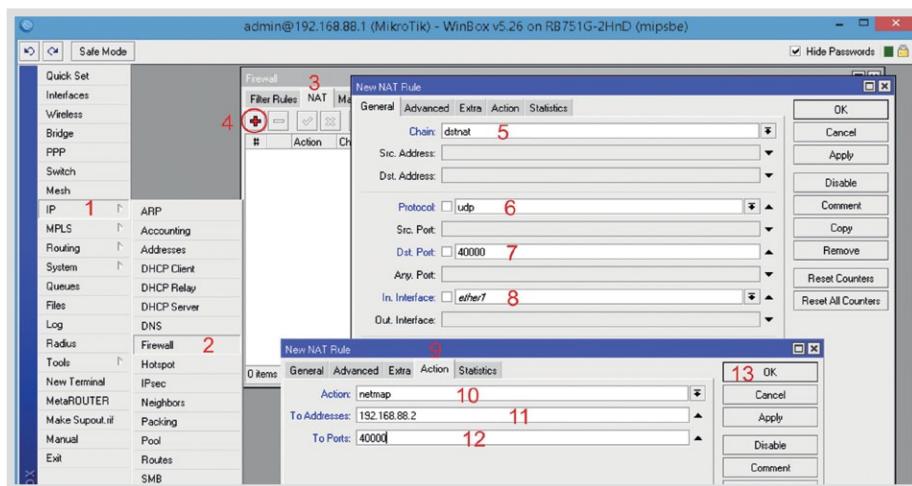

Рис. 16. Проброс портов.
1. Открываем меню **IP** (рис. 16);